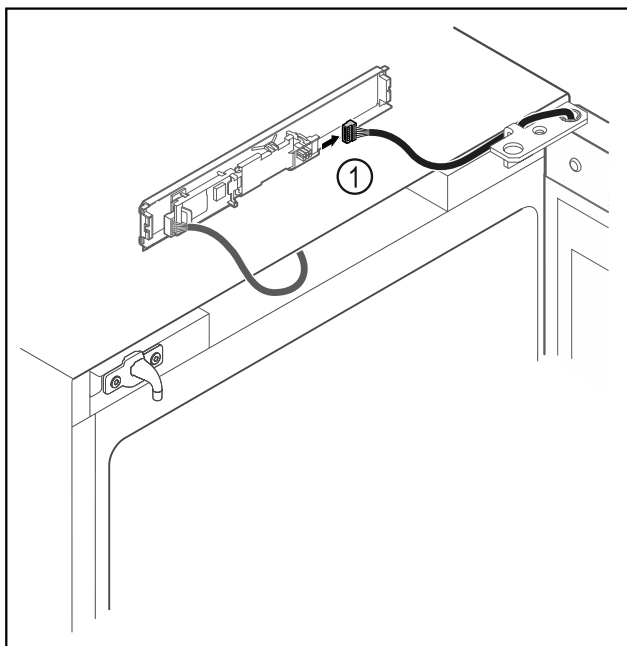

Fig. 6
- Desenchufar el conector Fig. 6 (1) de la platina.